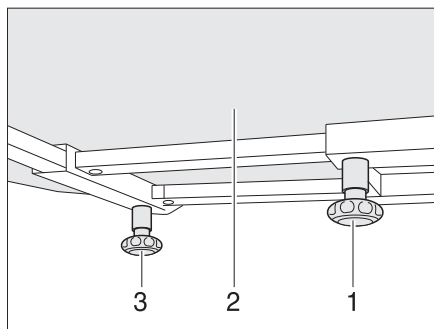

Fig. 94 Table fixe
- Desserrer la vis moletée (Fig. 94,1).
- Pousser le plateau (Fig. 94,2) dans la position désirée.
- Desserrer la vis moletée (Fig. 94,3).